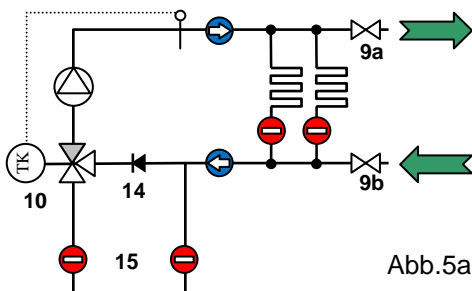

Abb.5a
Następnie napełnić rozdzielacz i zestaw mieszający ciepłą wodą według VDI 2035. Dodatkowo wąż napełniający podłączyć do powrotu (9b) i wąż spustowy do zasilania (9a) (Abb.5a). Zawory (9a i 9b) otworzyć i napełniać rozdzielacz i zestaw mieszający, dopóki woda nie pokaże się na zaworze na zasilaniu (9a). Następnie zamknąć znowu oba zawory. Przy niskiej temperaturze wody czujnik głowicy termostatycznej (10) powinien być wyjęty z tulei zanurzeniowej albo można zamiast głowicy użyć kołpaka ochronnego, żeby był zapewniony przepływ przez zawór 3-drogowy. Do napełniania i płukania pojedynczych obiegów grzewczych podłączyć wąż napełniający do zasilania (9a) i wąż spustowy do powrotu (9b) (Abb.5b). Otworzyć płukany obieg i zawory (9a i 9b). Obieg grzewczy przepłukiwać w kierunku przepływu, dopóki powietrze i ewentualne nieczystości nie zostaną kompletnie usunięte z obiegu. Zawór zwrotny (14) w bypasie uniemożliwia krótkie spięcie podczas płukania. To postępowanie należy powtórzyć pojedynczo dla każdego obiegu grzewczego.